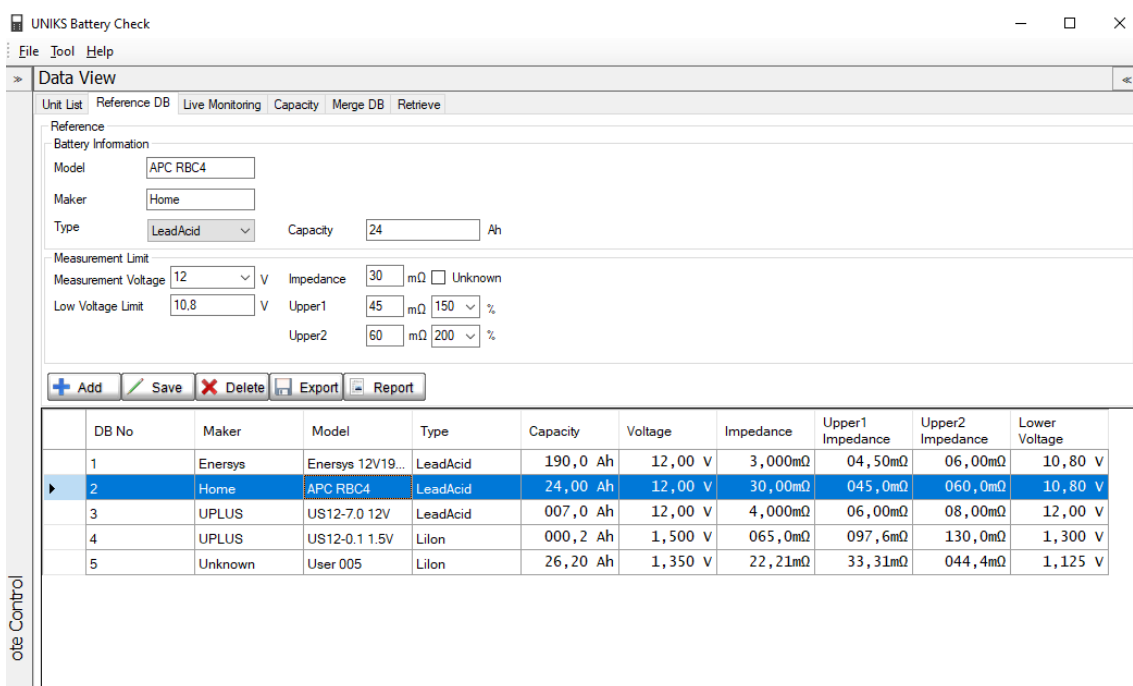

Рис. 1. Экранное меню ПО UNIKS Battery Check для ввода параметров аккумуляторов
2. Ввод данных с использованием фирменного специализированного программного обеспечения, поставляемого вместе с тестером UNIKS Battery Check, которое устанавливается на персональном компьютере пользователя. Это - более удобный и быстрый способ ввода необходимых параметров множества моделей аккумуляторов, которые применяются на объектах Пользователя (см. рис. 1.).